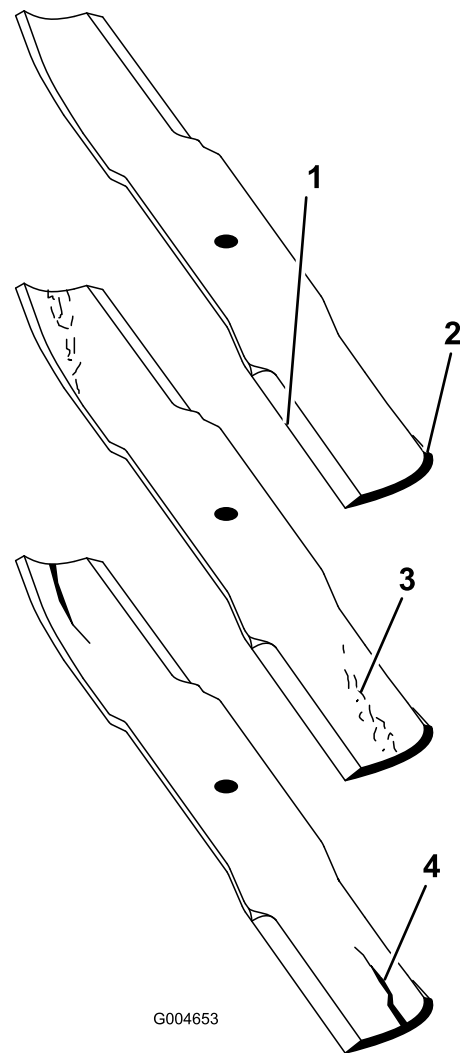

Bild 130
2. Prüfen Sie die Schnittkanten des Messers sorgfältig, insbesondere dort, wo die geraden Flächen die gebogenen berühren (Bild 130).
Hinweis: Da Sand und anderes reibendes Material das Metall abschleifen kann, das die flachen mit den gebogenen Teilen verbindet, müssen Sie das Messer vor jedem Einsatz des Rasenmähers prüfen. Wenn Sie Abnutzungen (Bild 130) feststellen, sollten Sie das Messer auswechseln.